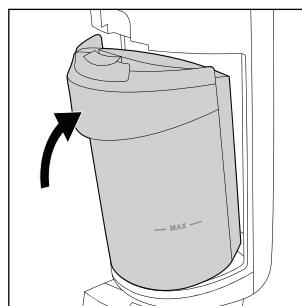

Fig. 30
- ◆ Fixez à nouveau le réservoir d'eau sale ② sur l'appareil en insérant d'abord le fond du réservoir d'eau sale ②. Glissez ensuite le réservoir d'eau sale ② en direction de l'appareil, jusqu'à ce que le réservoir d'eau sale ② s'enclenche audiblement dans l'appareil (voir fig. 30).